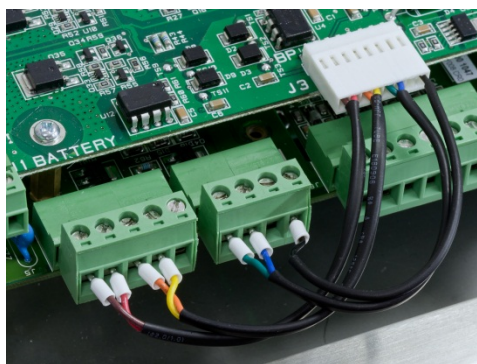

Figura 3-30: Conexión de la IND560x-PAB (J3) con el IND560x (J4/J5)
8. Se deben hacer conexiones adicionales entre el terminal J3 de la IND560x-PAB y los terminales J4 y J5 en la tarjeta principal del IND560x (Figura 3-30). La Tabla 3-8 indica los códigos de colores para los conductores de conexión. Instale el conector que se incluye en el paquete de la IND560x-PAB de acuerdo con estos códigos de cableado.